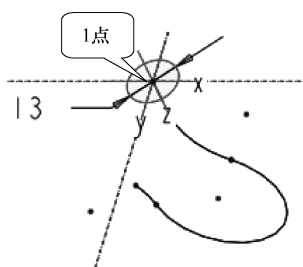
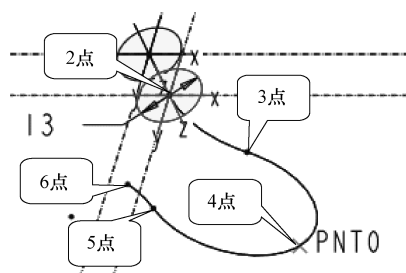

图 6-61 第一个截面
图 6-62 第二个截面
(7) 在图形区选取轨迹的 1 点，单击【草绘】按钮 **草绘** 按钮，进入草绘界面，草绘直径为 13 的圆，如图 6-61 所示。
(8) 单击【草绘器工具】工具栏中的【完成】按钮 ，接受所绘截面，完成截面 1 的草绘，回到【截面】下滑面板。
(9) 单击【插入】按钮 **插入** 按钮，【截面位置】收集器处于激活状态，在图形区选取原点轨迹上的 2 点，单击【草绘】按钮 **草绘** 按钮，进入草绘环境，草绘直径为 13 的圆，如图 6-62 所示。